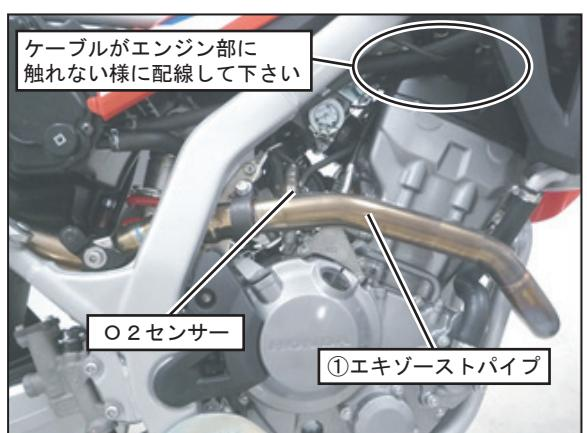

FIG. 16
12. 手順3で取り外したO2センサーを、①エキゾーストパイプのセンサーボスに規定トルクで締め付け、カプラーを元に戻して下さい。戻す際、ケーブルがエンジン部に触れない様に配線して下さい。（FIG. 16参照）